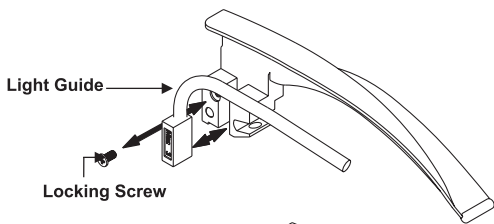

Fig 4
1. Rimuovere la vite di bloccaggio con un cacciavite come mostrato in Fig. 4.